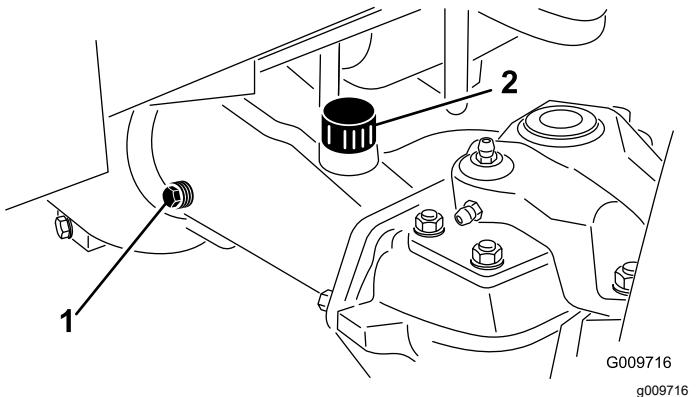

Bild 79
2. Entfernen Sie eine Prüfschraube aus einem Ende der Achse und stellen sicher, dass das Öl die Unterseite des Lochs erreicht (Bild 79).